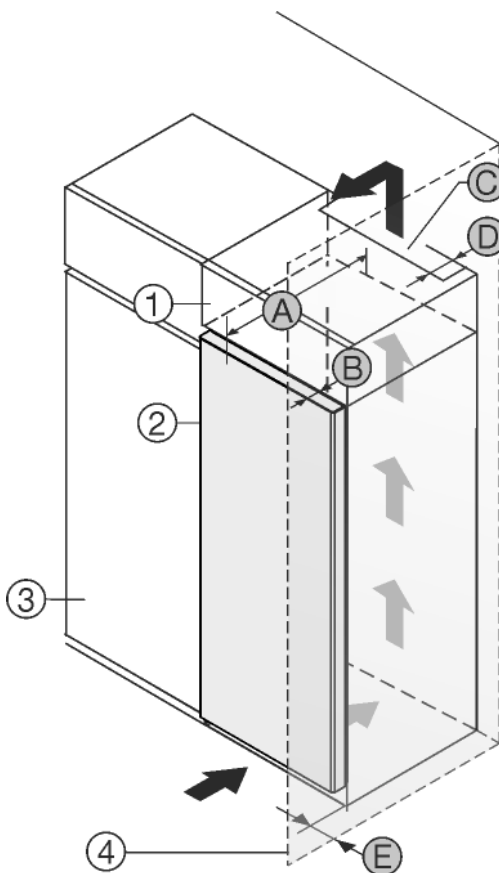

Fig. 1
- (3) Кухонный шкаф*
- (4) Стена*
- (A) Глубина устройства*
- (D) Расстояние до обратной стороны устройства*
- (E) Расстояние до стороны устройства*
Установите устройство непосредственно рядом с кухонным шкафом Fig. 1 (3)*.
На задней стенке дополнительного шкафчика должен быть вентиляционный канал с глубиной Fig. 1 (D) по всей ширине этого шкафа.*
Нужно соблюдать вентиляционное отверстие Fig. 1 (C) под нижней панелью.*
Если устройство установлено на шарнирах у стены Fig. 1 (4), то расстояние между устройством и стеной должно быть не менее 13 мм.*
Если устройство установлено на шарнирах у стены Fig. 1 (4), то расстояние между устройством и стеной должно быть не менее 20 мм.*
Чтобы можно было полностью открыть двери, устройство должно выступать на глубину двери Fig. 1 (B) относительно передней стенки кухонного шкафа. В зависимости от глубины кухонных шкафов Fig. 1 (3) и использования пристенных распорок устройство может выступать и больше.*